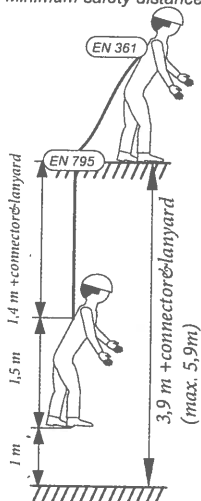

Fig.1
- Ajustement de l'absorbeur d'énergie - utiliser un connecteur EN 362 (Fig.1):